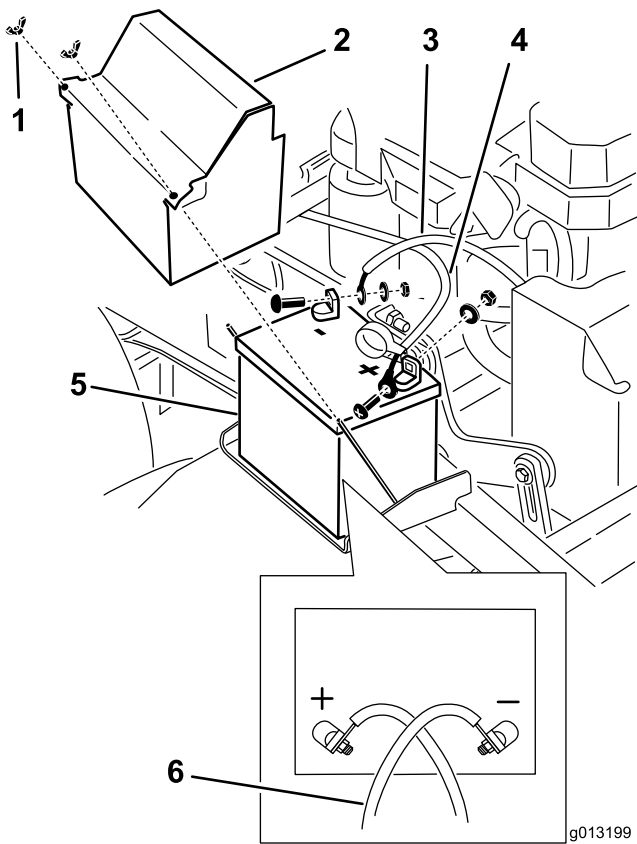

Figura 52
3. Desligue o cabo negativo da bateria do terminal negativo (-) da bateria (Figura 52).
5. Retire o cabo positivo (vermelho) da bateria (Figura 52).
6. Retire a placa de suporte da bateria e guarde todas as peças (Figura 52) e retire a bateria.
1. Coloque a bateria na máquina (Figura 52).
3. Instale o cabo positivo (vermelho) da bateria no terminal positivo (+) da bateria com uma porca, anilha e perno (Figura 52).
5. Instale o cabo negativo da bateria e o cabo de massa no terminal negativo (-) da bateria com uma porca, anilha e perno (Figura 52).
Nota: Os cabos da bateria cruzam-se quando estão corretamente instalados (Figura 52).